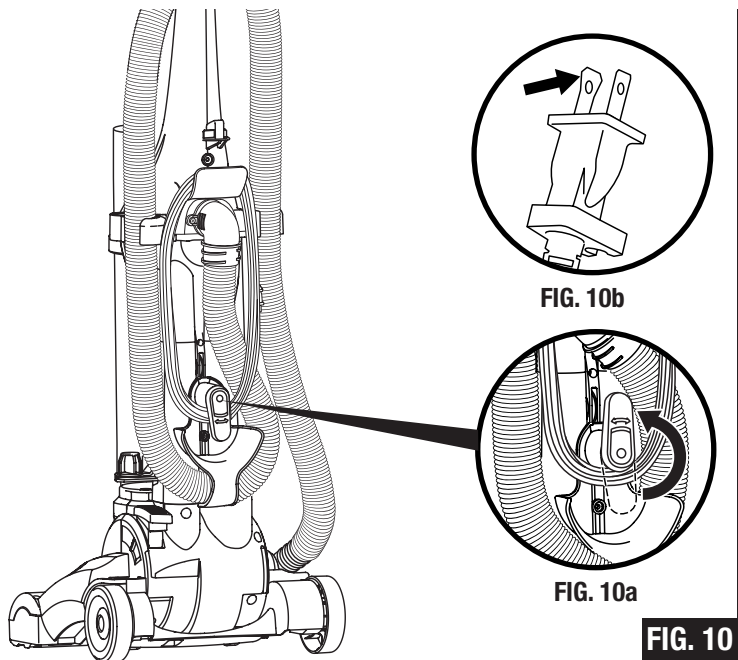

FIG. 10
Step 1: Plug in Vacuum. (FIG. 10) Unwrap the cord by turning the quick release cord hook (FIG. 10a), unwind the cord and plug into an appropriate outlet. The plug has a wider prong that will only fit one way into the receptacle (FIG. 10b).
Étape 1 : Branchez l'aspirateur. (FIG. 10) Déroulez le cordon en actionnant la manivelle et branchez dans une prise adéquate (FIG. 10a). L'une des fiches de la tige est munie d'une tige plus large que l'autre, de sorte qu'elle ne peut être insérée dans la prise de courant (FIG. 10b).
Paso 1: Enchufe la aspiradora. (FIG. 10) Desenrolle el cordón girando el gancho de liberación rápida del (FIG. 10a) cordón y enchúfelo a un tomacorriente adecuado. El enchufe tiene una clavija más ancha y calzará de una sola manera en el tomacorriente (FIG. 10b).